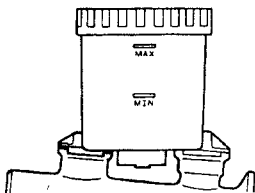

Рис. 9.2 Отметки на бачке тормозной жидкости (См. Раздел 2)
1. Проверьте, чтобы уровень жидкости в бачке тормозного цилиндра был между отметок MAX и MIN (См. Рис. 9.2). Добавьте жидкости, если необходимо (2.1).